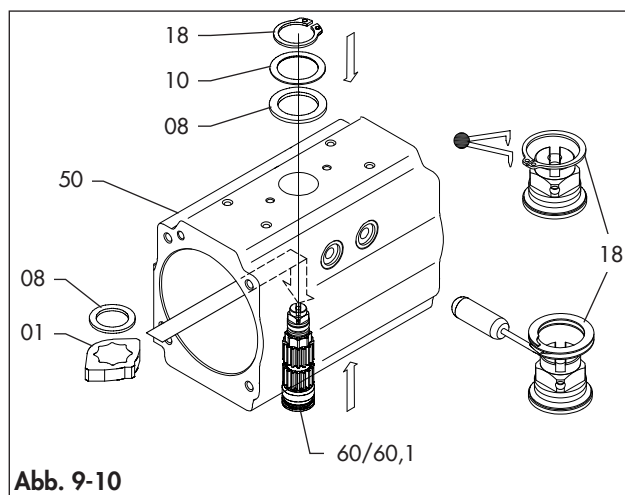
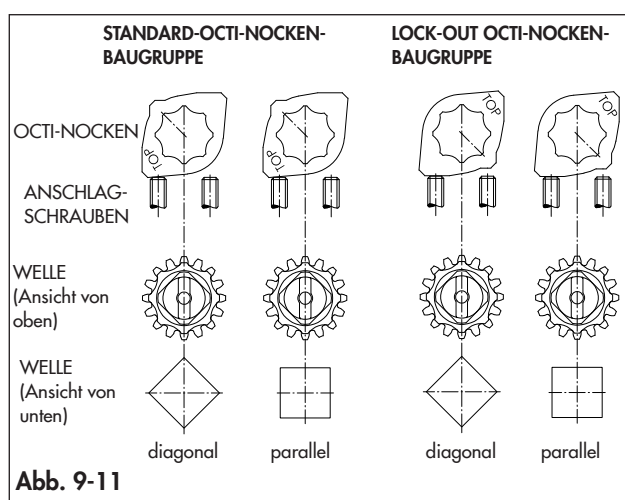

Abb. 9-10
Abb. 9-11
Siehe Abb. 9-1, Abb. 9-9, Abb. 9-10 und Abb. 9-11.
- Stecken Sie den Octi-Nocken (01) durch das Gehäuse (50) auf die Welle (60/60.1). Siehe Abb. 9-11 für die korrekte Platzierung des Octi-Nockens (01) in Abhängigkeit von der Konfiguration der Stellantriebsbaugruppe.
- Setzen Sie das innere Axiallager (08) ein.
- Führen Sie die Welle (60/60.1) ganz in das Gehäuse (50) ein.
- Setzen Sie das äußere Axiallager (08) und die Anlaufscheibe (10) ein.